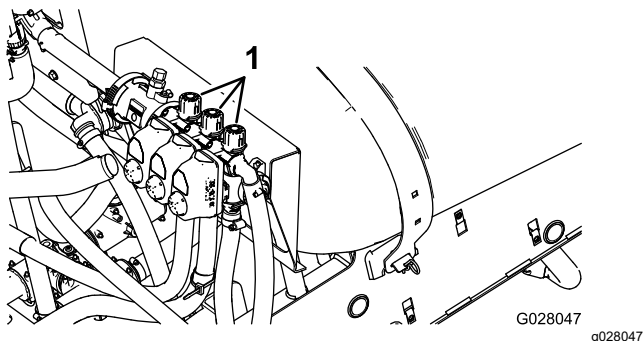

Figura 21
2. Desactive la sección izquierda y ajuste el mando de desvío de la sección (Figura 21) hasta
4. Ajuste el mando de desvío de la sección derecha (**Figura 21**) hasta que la presión marcada coincida con el valor previamente ajustado (típicamente 2,75 bar).
6. Ajuste el mando de desvío de la sección central (**Figura 21**) hasta que la presión marcada coincida con el valor previamente ajustado (típicamente 2,75 bar).